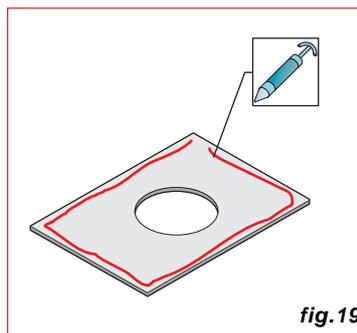

fig.19
**6.2)** Per poter assicurare una chiusura ermetica consigliamo di utilizzare del sigillante refrattario di classe A1 posizionandolo lungo il perimetro della lamiera (fig.19).